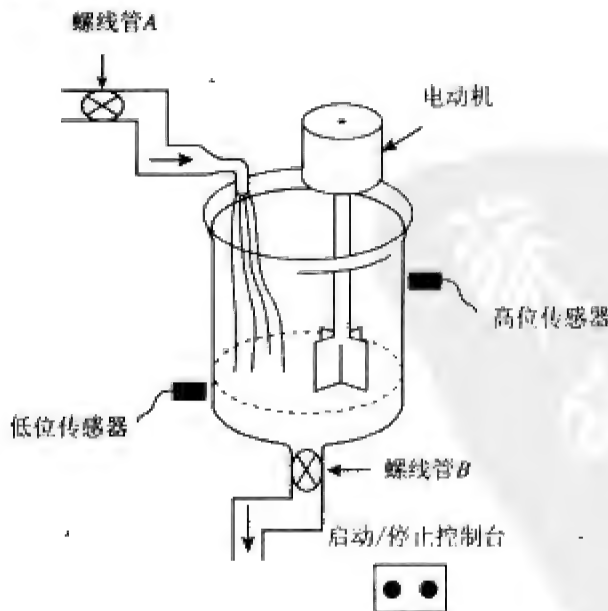

图 7-37
12. 根据图 7-37 所示的执行过程编写程序。操作顺序如下: